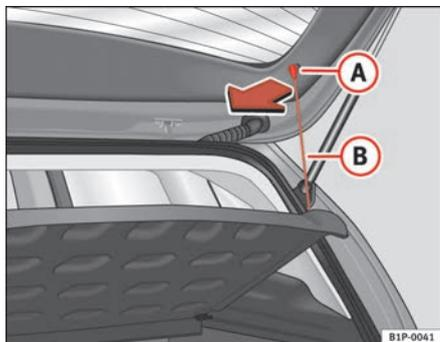

Fig. 106 Bandeja portaobjetos
- Desenganche los tirantes ⇒ fig. 106 **B** de los alojamientos **A**